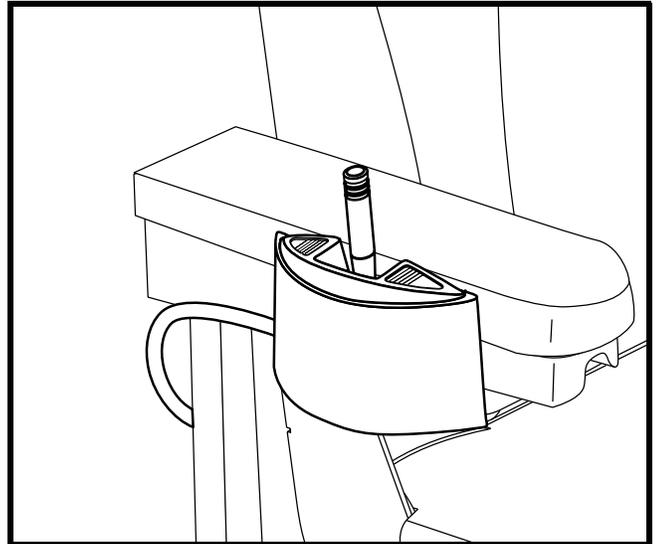

Figure 24. Bouton du siège électrique (Montré sur l'accoudoir)
1. Pesez sur l'avant du commutateur pour faire monter le siège. **Voir la figure 24.**